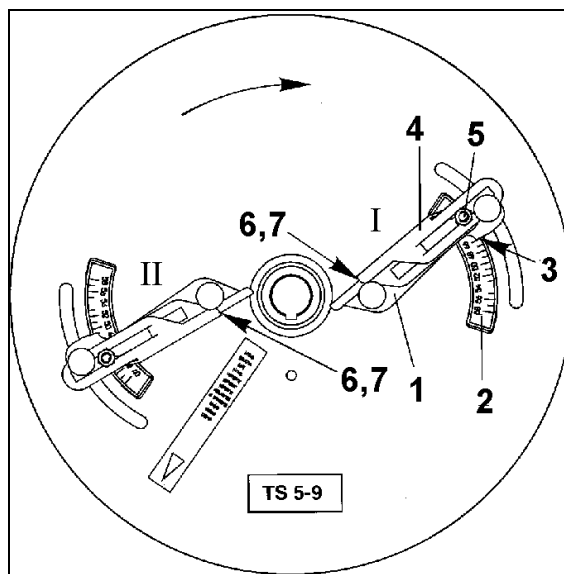

Fig. 65
1. Avläsningskanten (Fig. 65/7) för vinge "I" ställs på bokstavsvärde "**D**" och spänns fast. Vingen "I" vrids till skalvärde "**50**" och spänns fast.
2. Avläsningskanten (Fig. 65/7) för vinge "II" ställs på bokstavsvärde "**F**" och spänns fast. Vingen "II" vrids till skalvärde "**46**" och spänns fast.